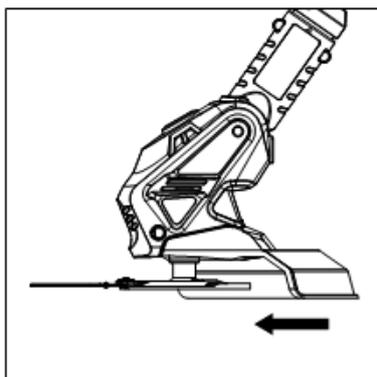

Fig. 2
- Insérez le protecteur comme montré sur la fig.2. Poussez-le dans le sens de la flèche et assurez-vous de son verrouillage.
- Insérez les 2 extrémités de la butée guide dans les trous de fixation prévus à cet effet sur le bloc moteur : voir fig. 2.